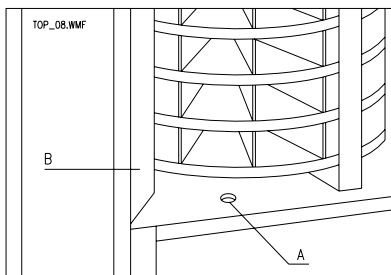

FIG. 8
- 2) Sganciare la griglia anteriore sinistra in acciaio rif. B FIG. 8.
- 6) Per l'ultimo disco in basso utilizzare come foro quello sul fondo del cassone rif. A FIG. 8, dopo esserci posizionati in riferimento ad esso.